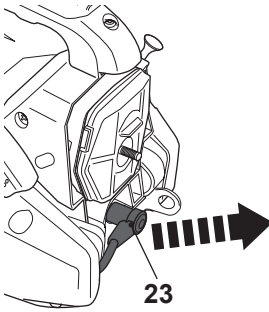

Fig. 62
- > Démontez le couvercle du filtre [18] de la manière décrite ci-dessus. Débranchez le connecteur de la bougie [23] (Fig. 62).